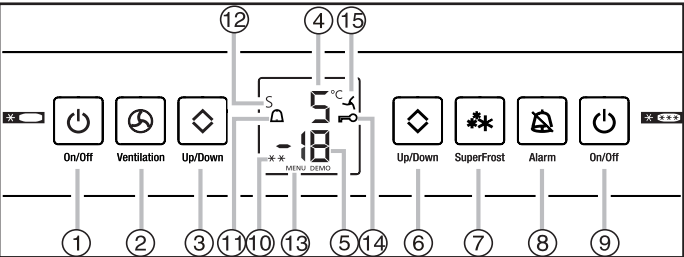

Fig. 11
- Toets On/Off vriesgedeelte fig. 11 (9) minimaal 3 sec. indrukken.
- Toets On/Off koelgedeelte fig. 11 (1) minimaal 3 sec. indrukken.